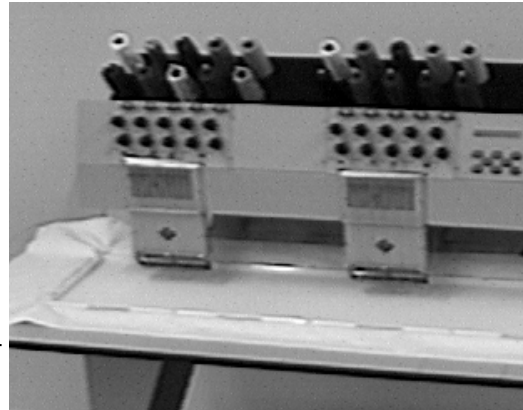

Abbildung 3-6
Muster, die zu groß sind und nicht in einen Standardrahmen passen, können bestickt werden, indem man den Schieberahmen benutzt. Abbildung 3-6 zeigt eine Partie des gesamten Stickfeldes. Im Schieberahmen können Sie große Materialien über die ganze Breite des Rahmens ziehen.
4. Befestigen Sie die vordere Halterung vorne am Schieberahmen. Sie wird genauso befestigt wie die hintere Halterung. Siehe Abbildung 3-6.